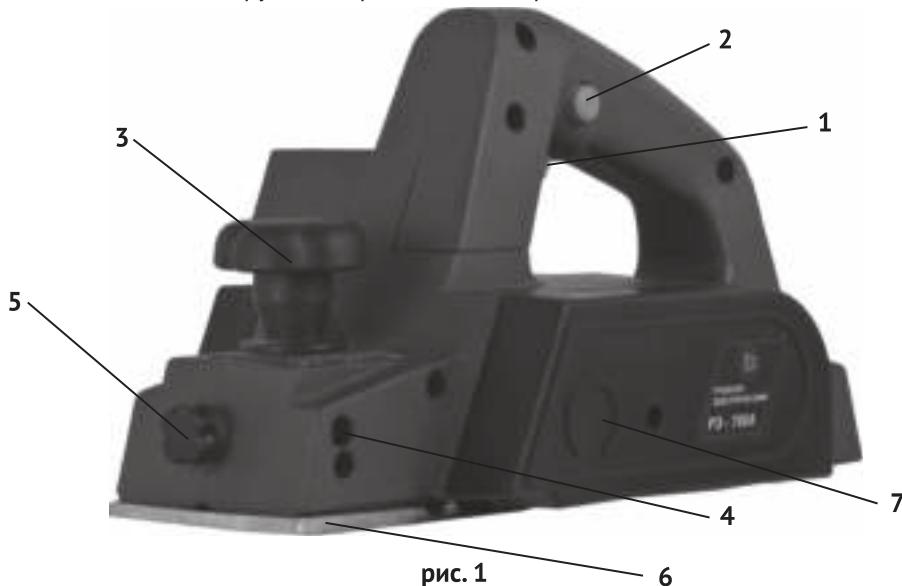

рис. 1
3.1 Внешний вид рубанка представлен на рис. 1
- подключать и отключать рубанок от сети только при отпущеной клавише выключателя 1 (рис. 1);
7.3 Вращением ручки 3 (рис. 1) установить необходимую глубину строгания. Максимальную глубину устанавливать при черновом обдирочном строгании. При окончательной обработке устанавливать незначительную глубину строгания.